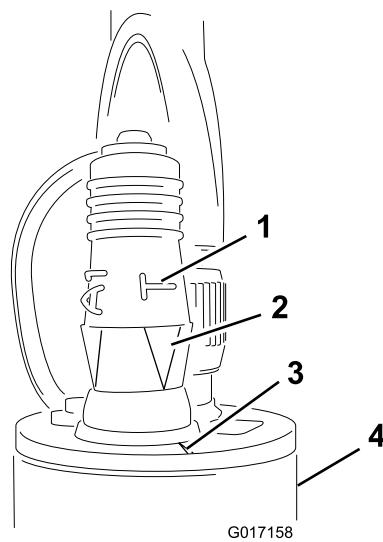

Bild 14
5. Befestigen Sie den Programmierungsstecker am Sensor (Bild 14).
Wichtig: Stellen Sie sicher, dass Sie den Pfeil unter dem seitlichen „T“ mit der Kerbe an der oberen Kante des Sensors ausfluchten (Bild 14).